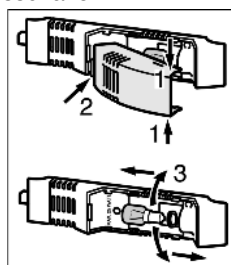

Fig. 18
- ▶ Die Lampenabdeckung oben und unten fassen *Fig. 18 (1)*.
- ▶ Lampenabdeckung hinten ausrasten und aushängen *Fig. 18 (2)*.
- ▶ Die Lampe auswechseln *Fig. 18 (3)*.